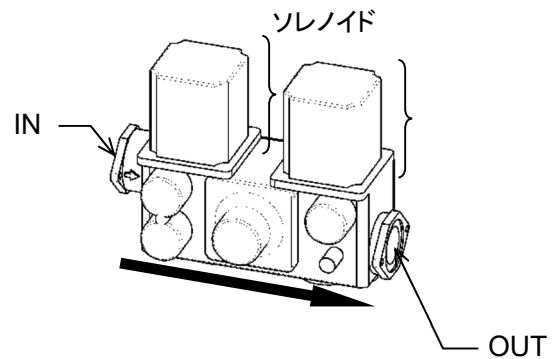

図 8-20
- ・ ガスを IN 側から OUT 側に流します。(図 8-20)